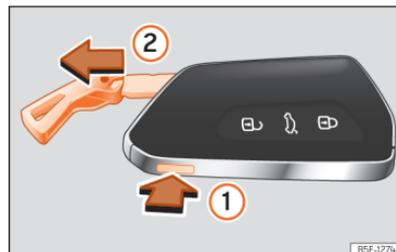

Abb. 68 Fahrzeugschlüssel: Schlüsselbart herausziehen.
- Drücken Sie die Taste » (Abb. 68) ①, um die Öse als Schlüsselband freizugeben und den Schlüsselbart herauszuziehen ②. Durch leichten Druck auf die Öse wird diese als Schlüsselband freigegeben.
- Zum Entriegeln drücken Sie die Taste »» (Abb. 68) ①. Halten Sie die Taste ① gedrückt und ziehen Sie gleichzeitig die Öse in Pfeilrichtung »» (Abb. 68) ②, um den Schlüsselbart vollständig herauszuziehen.